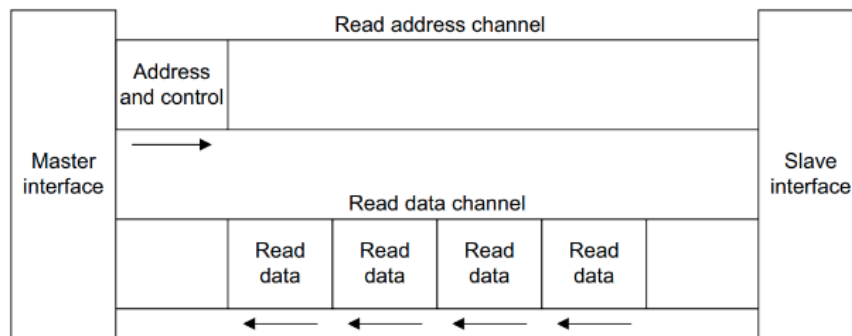

Figura 22. Arquitectura de los canales de lectura
Figura 22 muestra cómo una transacción de lectura utiliza los canales de leer dirección y leer datos. Primero se envían la dirección y los bits de control desde el
- Buen un canal de leer datos para transferir datos del esclavo al maestro (Figura 22).